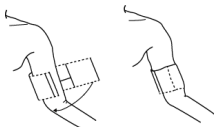

Figura 4.2.1 Posizionamento del bracciale
2. Posizionare il bracciale sulla parte superiore del braccio del paziente seguendo le istruzioni riportate sotto (Figura 4.2.1).